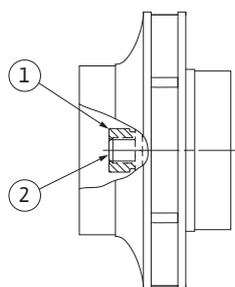

Fig. 55: Korrekt position for pumpehjulsmøtrikken efter montering
29. Hold akslen fast (se trin 24), og skru pumpehjulsmøtrikken fast med det foreskrevne tilspændingsmoment (se liste "Tabel 11: Skruetilspændingsmomenter" på side 254). Møtrikken (Fig. 55, pos. 1) skal cirka flugte $\pm 0,5$ mm med akselenden (Fig. 55, pos. 2). Gør den ikke det, løsn da møtrikken, og gentag trin 25 til 29.